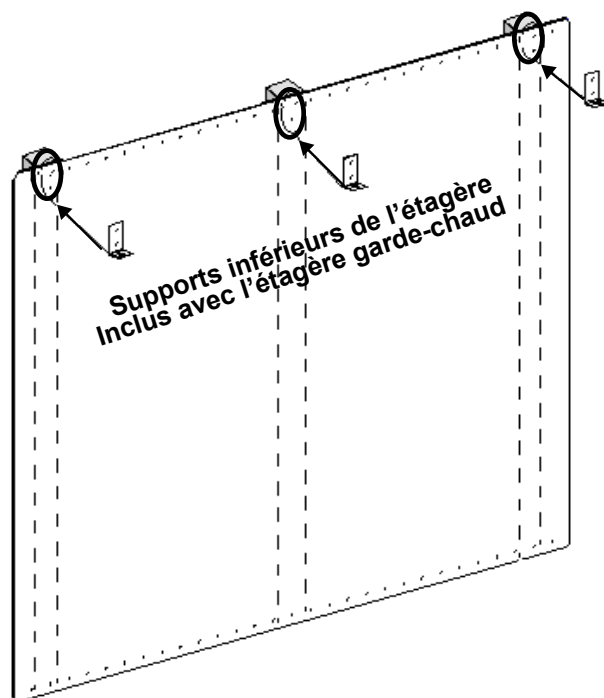

FIGURE 15: DOSSERET DE PROTECTION AVEC ÉTAGÈRE GARDE-CHAUD
7. À l'endroit indiqué sur la *Figure 15*, fixez les supports inférieurs fournis avec l'étagère garde-chaud à travers le dosseret de protection, dans les montants de cloison.